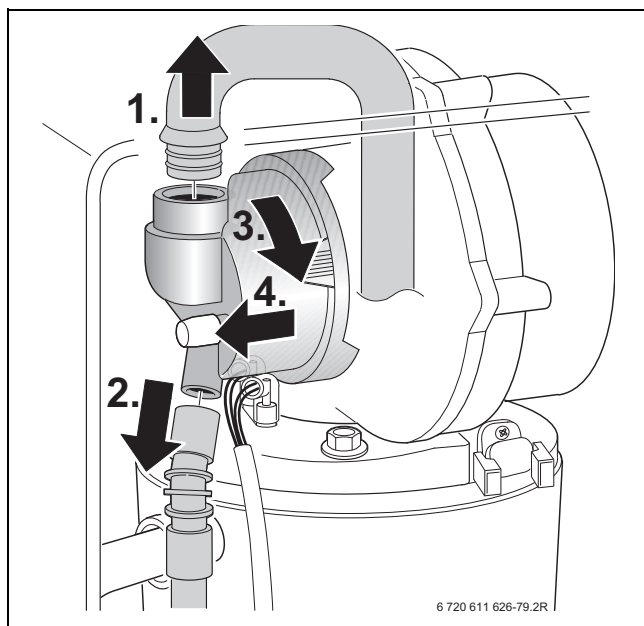
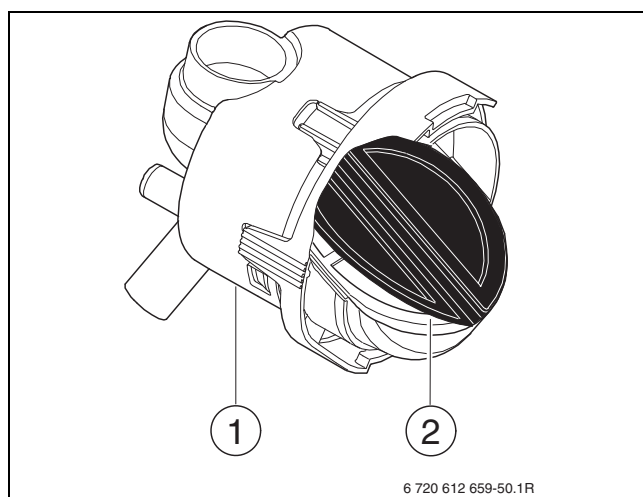

Fig. 74
Fig. 82
- ▶ Démontez le tube d'admission d'air et retirez le tuyau à gaz du dispositif de mélange, → figure 74.
- Démontez le mélangeur (fig. 82, [1]) comme indiqué sur la figure 74, pag. 49.